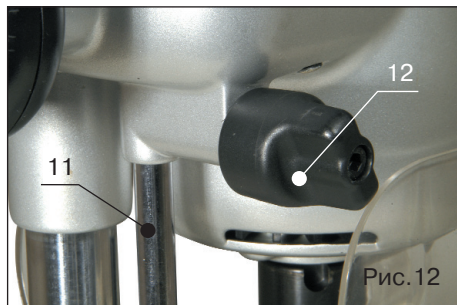
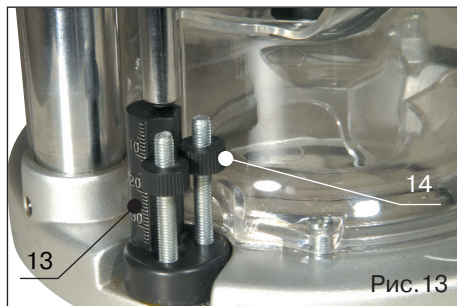

Рис.12
Рис.13
Глубина резания может быть точно выставлена с помощью ограничителя (поз.11, рис.12) и головки (поз.13, рис.13) в свободном режиме опускания.
1. Ослабьте кнопку блокировки (поз.12, рис.12) ограничителя (поз.11, рис.12) и втяните его полностью в корпус фрезера, затем затяните кнопку блокировки (поз.12, рис.12).
2. Используя колёсико (поз.14, рис.13), установите по шкале требуемую глубину опускания.
4. Поверните головку (поз.13, рис.13) так, чтобы ограничитель (поз.11, рис.12) находился на одной линии с выставленной глубиной резания. Отпустите кнопку блокировки (поз.12, рис.12), ограничитель (поз.11, рис.12) с помощью пружины встанет в первоначальное положение, затем затяните кнопку (поз.12, рис.12).